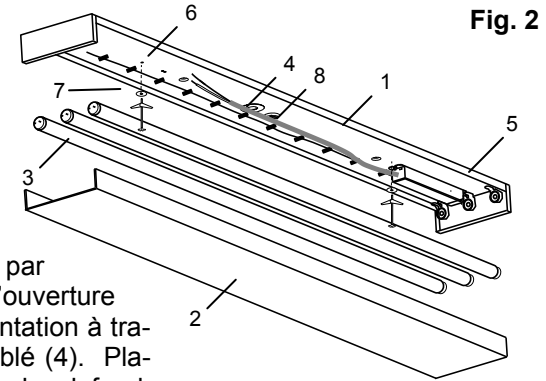

Fig. 2
3. Défoncez l'entrée défonçable (4) à l'aide d'un tournevis à tête plate. Utilisez des pinces pour retirer l'entrée défonçable (4) de la plaque de montage (1). (Fig. 2)
1. Placez la plaque de montage (1) bien à plat sur le plafond. Assurez-vous d'aligner l'entrée défonçable (4) au-dessus de la boîte de sortie ou de l'ouverture dans le plafond servant à passer les fils d'alimentation. Marquez l'emplacement des trous de montage du luminaire ( 6 ).
2. Percez des trous de 0,64 cm sur les marques. (Fig. 2) *À noter : si vous touchez une solive de plafond, interrompez le perçage. Utilisez une vis à bois n° 8 de 5,08 cm (non comprise) plutôt qu'un boulon à ailettes durant l'étape 3.*
3. Placez la plaque de montage (1) par-dessus la boîte de sortie ou l'ouverture du plafond. Tirez les fils d'alimentation à travers le trou de l'entrée défonçable (4). Placez le luminaire bien à plat sur le plafond. Fixez la plaque de montage (1) au plafond à l'aide de boulons à ailettes de 0,32 cm x 7,62 cm et de rondelles de 2,54 cm (7) (non comprise). (Fig. 2) *À noter : utilisez des vis à bois et des rondelles si vous avez touché une solive de plafond au cours de l'étape 2.*
5. Reliez le fil de terre de la boîte de sortie au vis de terre du luminaire (8). (Fig. 2 et 3)
6. Installez les tubes fluorescents (3). Glissez les tiges situées à chacune des extrémités des tubes fluorescents (3) dans la fente centrale des douilles (5). Faites tourner chaque tube (3) d'un quart de tour jusqu'à ce qu'il se fixe en place. (Fig. 2) *À noter : utilisez le type et la puissance de tube indiqués sur l'étiquette signalétique du luminaire. Ne pas dépasser la puissance nominale qui y est inscrite.*